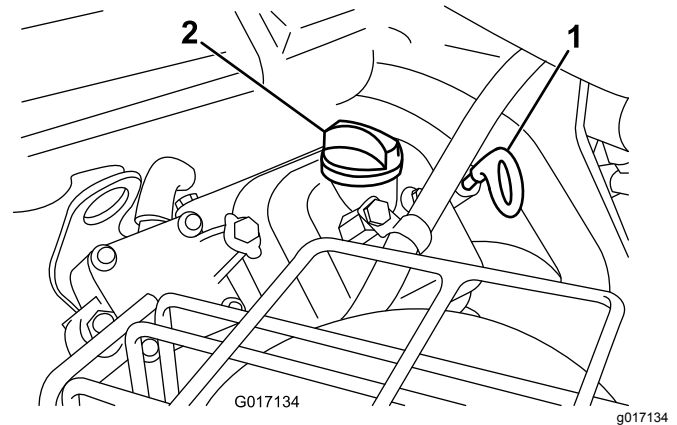

Bild 41
- Führen Sie den Peilstab in den Füllstutzen wieder ein und schrauben Sie den Peilstab auf den Füllstutzen auf (Bild 41).